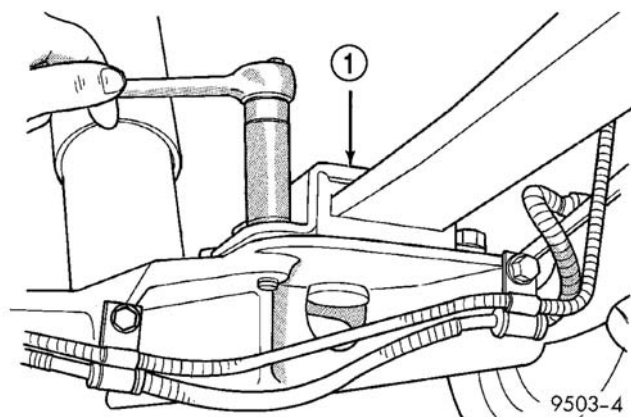

图 33 板簧挡板螺栓
(4) 将 2 个支承架定位在车桥外端下面，抬高车桥至能够从后簧中移出。
(5) 从后桥上松开并卸下板簧挡板螺栓（图 33）。
(6) 验证板簧减震垫在板簧挡板上正确入位。
(7) 将板簧挡板安装在板簧上（图 33）。
(8) 安装板簧挡板螺栓（图 33）。紧固螺栓至  $95 \text{ N} \cdot \text{m}$  ( $70 \text{ ft.lbs.}$ ) 的扭矩。
(9) 安装下减振器螺栓。此时不要紧固。
(10) 移走桥下的千斤顶。
(11) 降下车辆并移去举升臂和车下的木块。
(12) 紧固板簧前枢轴螺栓至  $156 \text{ N} \cdot \text{m}$  ( $115 \text{ ft.lbs.}$ ) 的扭矩。
(13) 紧固后簧吊耳销螺母至  $61 \text{ N} \cdot \text{m}$  ( $45 \text{ ft.lbs.}$ ) 扭矩。
(14) 紧固后簧吊耳内外夹板连接螺栓至  $61 \text{ N} \cdot \text{m}$  ( $45 \text{ ft.lbs.}$ ) 的扭矩。
(15) 紧固下减振器固定螺栓至  $102 \text{ N} \cdot \text{m}$  ( $75 \text{ ft.lbs.}$ ) 的扭矩。